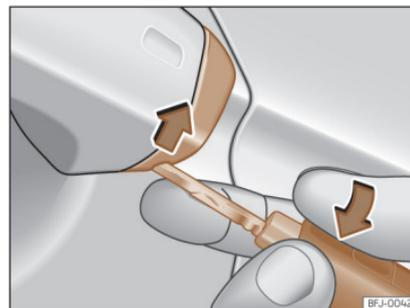

Fig. 74 Poignée de la porte du conducteur : détachez le cache en faisant lever.
- Introduisez le panneton dans l'ouverture inférieure du cache de la poignée de la porte du conducteur >>> fig. 74 et soulevez le cache. >>>